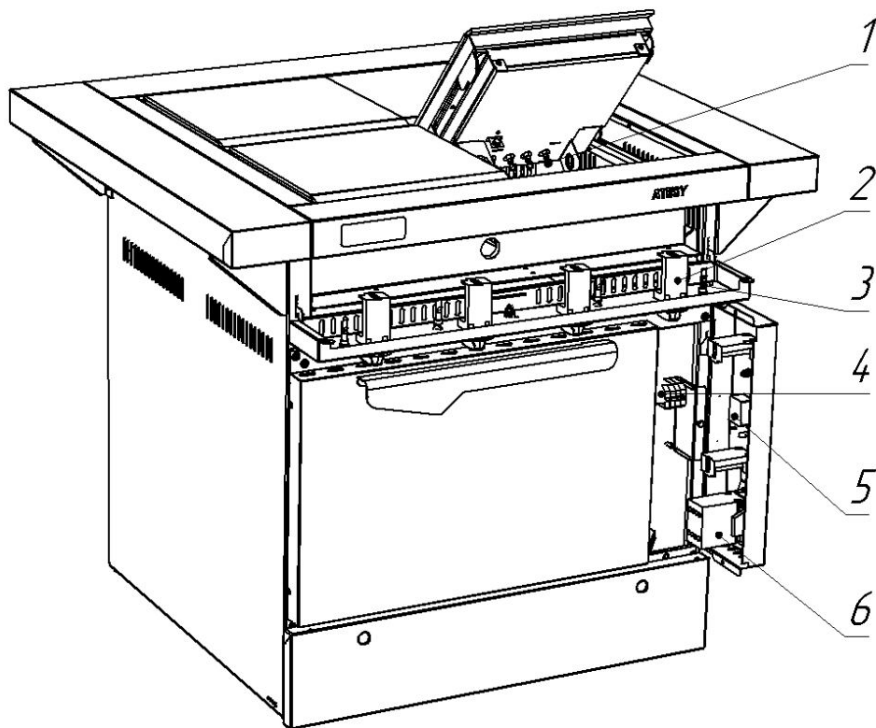
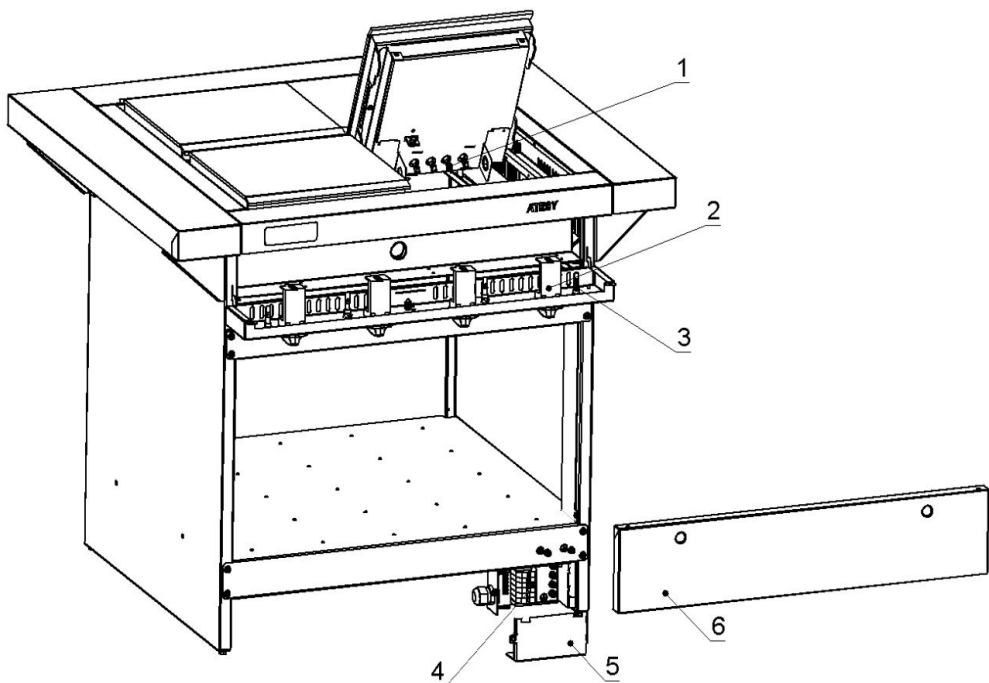

Рис.8
Рис.9
5.2. Клеммная колодка подключения плит серии ЭПШЧ к электросети находится за панелью управления жарочным шкафом (рис.8), а плит серии ЭПЧ — под декоративной панелью (рис.9). Схемы подключения электроплит приведены в приложениях 1-10.
5.4 Схема доступа к внутренним элементам плит серии ЭПШЧ (рис.8)
5.5 Схема доступа к внутренним элементам плит серии ЭПЧ (рис.9)